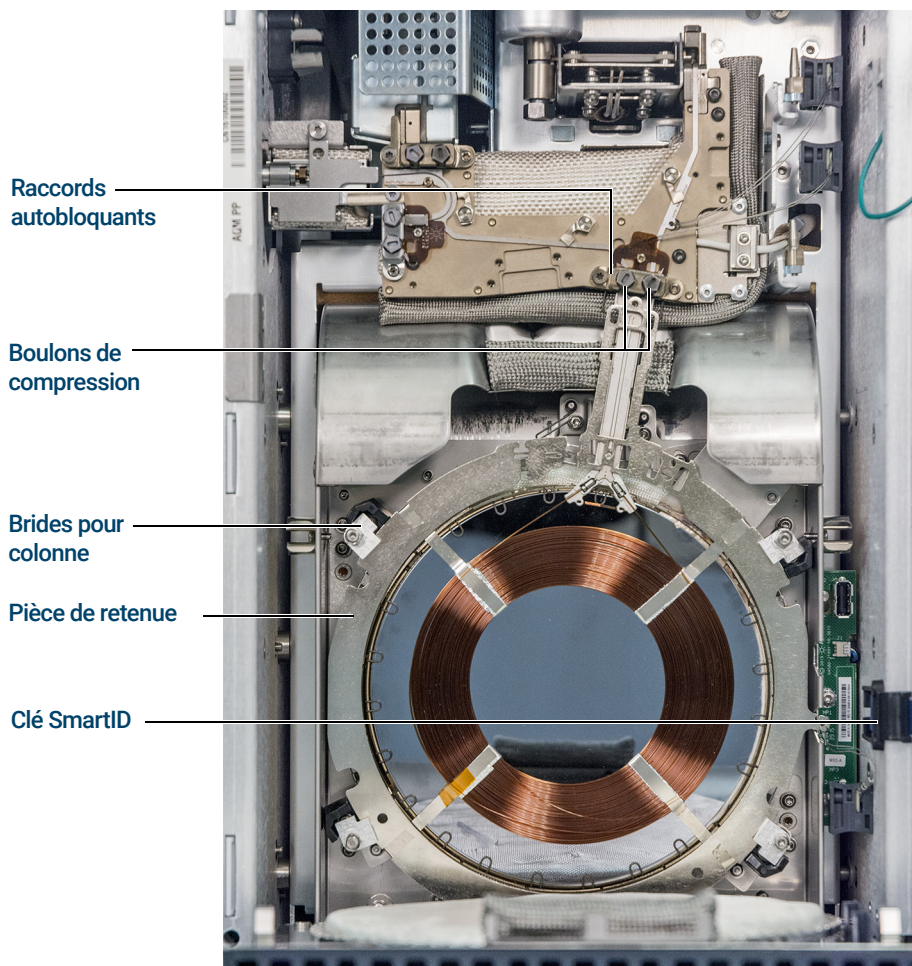

Figure 10. Colonne de GC 9000 et pièces associées
- 7 À l'aide du générateur de couple Intuvo, faire tourner les quatre brides pour colonne pour les retirer de la pièce de retenue. (Voir **Figure 10**.)